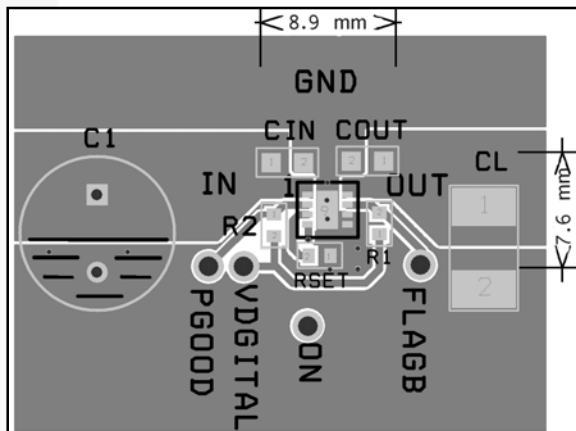
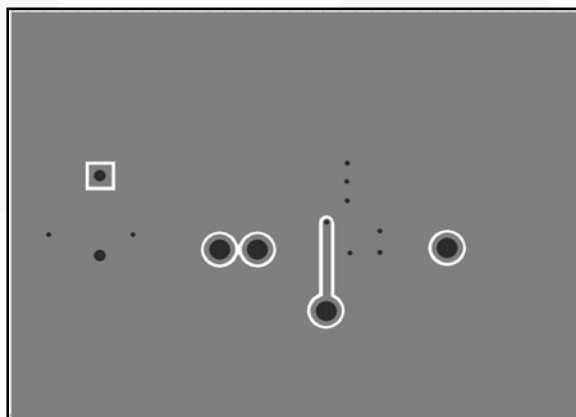

图 42. 输出和接地铜片正确布局(顶视图, SST, 以及iAST层)
图 43. 正确布局（底面图和 ASB 层）
若要实现最佳效果，所有的线路应尽量短。若要实现最高效率，输入和输出电容应尽可能靠近器件放置，从而尽量降低正常和短路工作时的寄生电感。图 42 IN, OUT 和 GND 引脚使用较宽敷线，有助于降低寄生电感，以及壳至环境的热阻。
3. IN、OUT 和 GND 引脚可耗散在高负载电流条件期间产生的大部分热量。强烈推荐采用图 42 和图 43 中的建议布局，它说明了器件在 MLP 3x3 封装中的正确布局。将 IN, OUT 和 GND 引脚连接至铜片，从而尽量将器件的热量传输出来。低功率 FLAGB 和 ON 引脚敷线应远离器件，尽量增大接地垫的面积。尽可能靠近器件放置输入和输出电容。